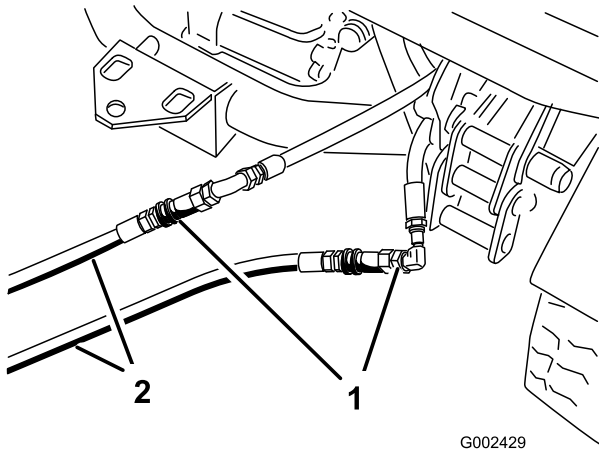

**Figura 75**
2. Scollegate i due tubi dei giunti a disinnesto rapido dai tubi fissati alla relativa staffa, su entrambi i veicoli (Figura 75).